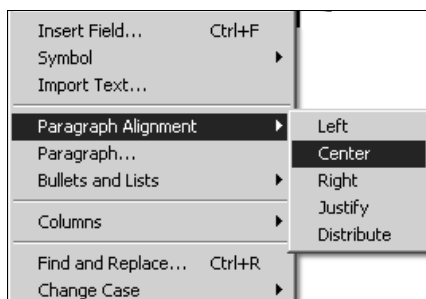

Рис. 11.23. Контекстное меню редактора многострочного текста
6. Измените размещение и форматирование текста при помощи контекстного меню, вызвав его правой кнопкой мыши (рис. 11.23).